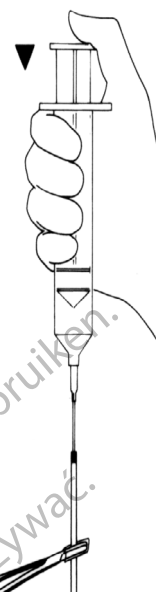

Figura 4-4b. Inserir a agulha no tubo
6. Encha o manguito com 1 cc a 5 cc da solução de enchimento recomendada, dependendo do tamanho do manguito. (**Figura 4-4b**)